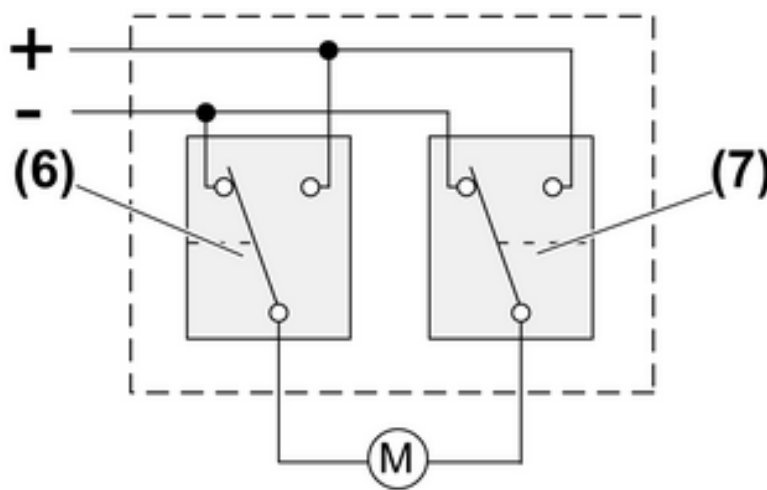

Figure 2: Commande du moteur de store
- Une inversion des pôles des sorties de moteur permet de déterminer le sens de rotation du moteur du store « Principe d'inversion de polarité » (figure 2)